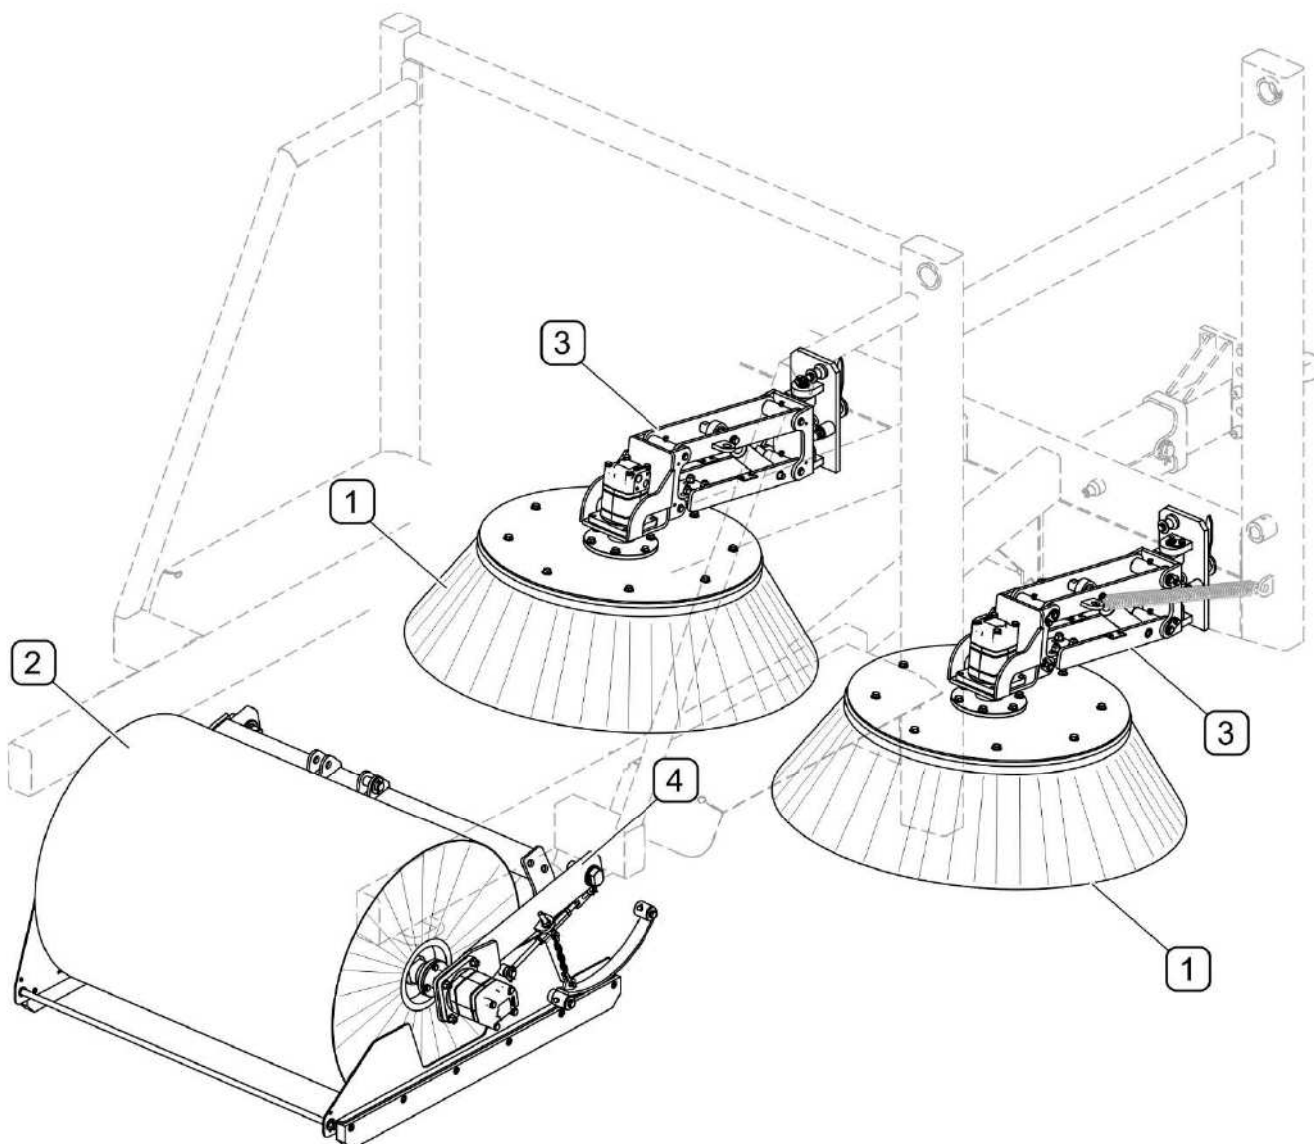
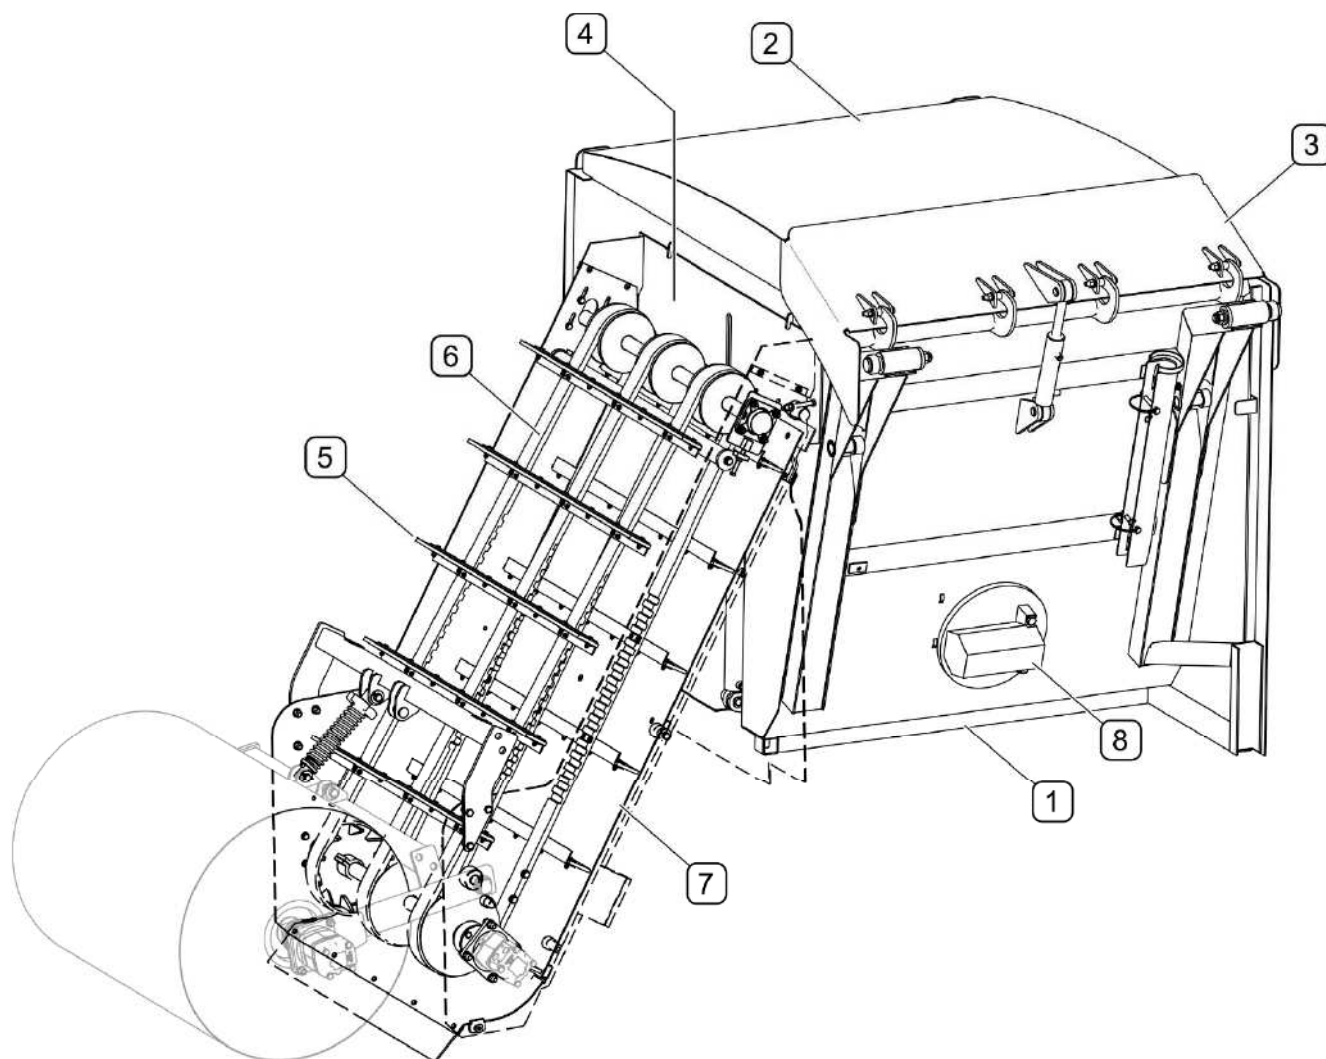

РИСУНОК 3.10 Система подметания
РИСУНОК 3.11Транспортер и бункер для мусора
(1) - дисковая щетка; (2) - вальцовая щетка; (3) - плечо дисковой щетки;
Система подметания (РИСУНОК 3.10) состоит из двух дисковых щеток (1), которые сметают мусор к центру машины, а вальцовая щетка (2) сметает его на транспортер (РИСУНОК 3.11).